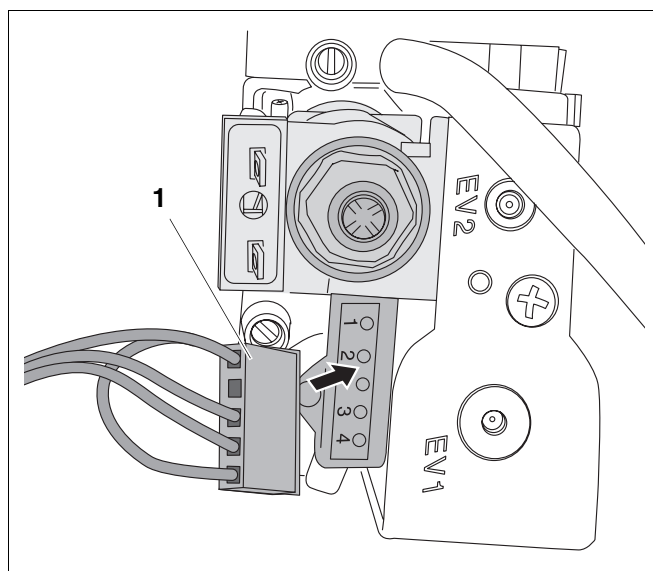

Рис. 24 Проверка управления арматуры газовой горелки
- Вытянуть штекер (рис. 24, поз. 1) на газовой арматуре.
- Включить вольтметр между контактами 3 и 4 (рис. 24, поз. EV1) штекера (диапазон измерения: 230 В \sim).
- Включить вольтметр между контактами 3 и 1 (рис. 24, поз. EV1) штекера.
- Измерить сопротивление между контактами 3 и 4 (рис. 24, поз. EV1) газовой арматуры (ок. 900 Ом).
- Измерить сопротивление между контактами 3 и 1 (рис. 24, поз. EV1) газовой арматуры (ок. 6500 Ом).